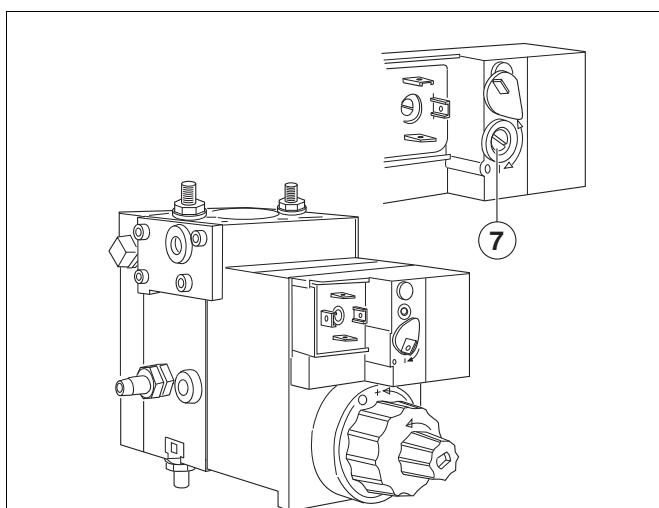

Fig. 8 Apparecchiatura del gas DUNGS MBDLE
- rimuovere la cappuccio di protezione resp. la vite, posta sopra la vite di regolazione per la pressione agli ugelli (fig. da 6 a 7); con Dungs-MBDLE ruotare il tappo di chiusura (fig. 8).